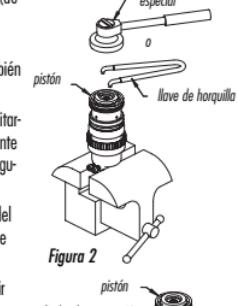

Figura 1
1. Desinflé el amortiguador y agarre el extremo donde lleva la válvula con una mordaza de boca blanda, teniendo cuidado de no dañar el agujero de fijación del amortiguador (Figura 1).